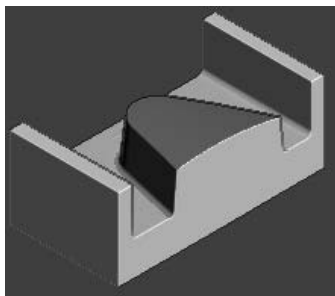

图 5-120 仿真加工结果
2) 在“仿真”工具栏的“当前刀具路径”下拉列表中选择要模拟的刀具路径 finish2，然后单击“执行”按钮，系统开始自动仿真加工，仿真加工结果如图 5-120 所示。